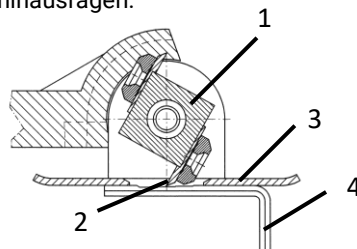

Abb. 9: Messer einstellen
- > Tauschen Sie ggf. das Messer (2 – Abb.9) aus.
- > Drehen Sie die Walze (**1** – Abb.9) so, dass das Messer maximal durch das Führungsblech (**3** – Abb.9) herausragt.
- > Legen Sie den Innensechskantschlüssel (**4** – Abb.9) am Führungsblech an, so dass sich die Einkerbung mit der gewünschten Schnitttiefe unter dem Messer befindet.